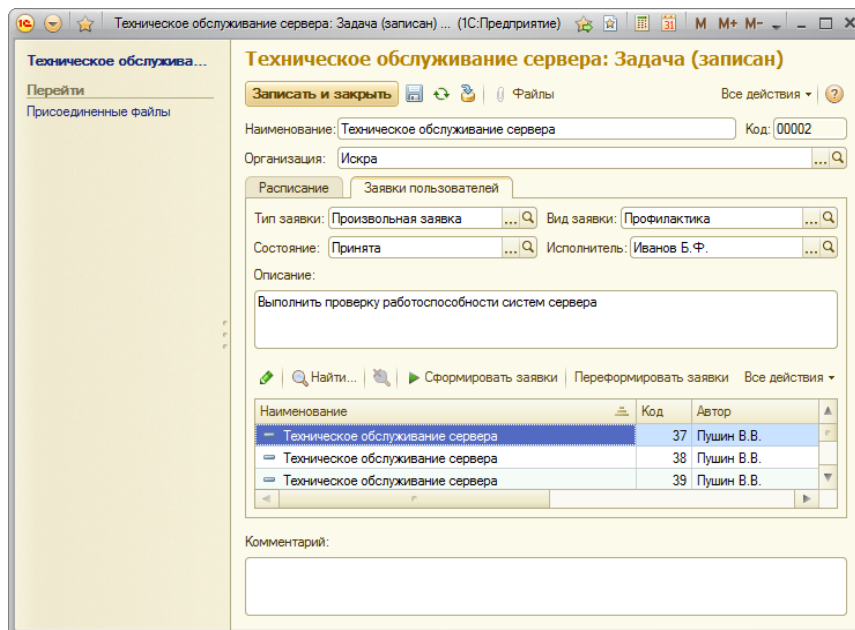

Рис. 2. Задача. Формирование заявок пользователей
2. Ввести начальные данные новых задач на вкладке «Заявки пользователей». После этого сформировать заявки пользователей, нажав на кнопку «Сформировать». При этом в списке заявок пользователей появятся заявки, сформированные на даты согласно расписанию (рис.2).